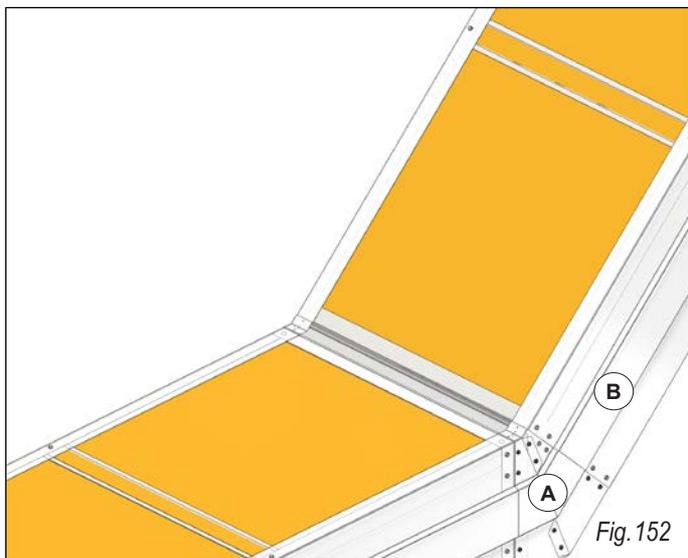
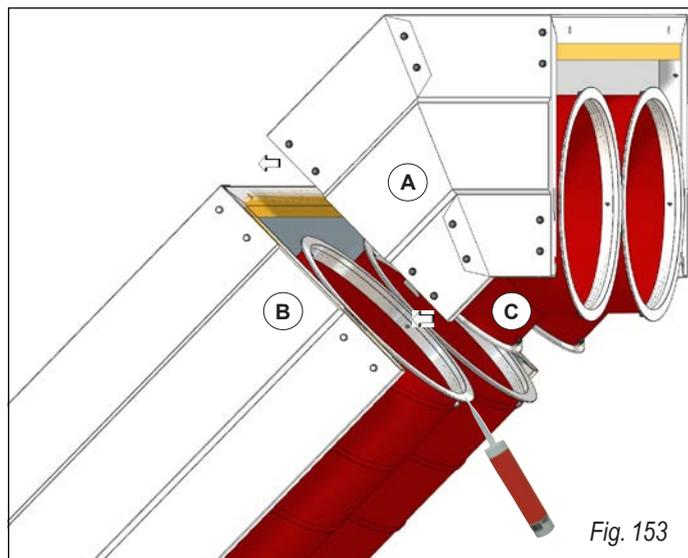

Fig. 152
Fig. 153
Conecte el kit (A) al conducto (B) a través de la pestaña macho y el ojal (fig. 152). Pongan silicona en ambos lados en las bridas de acoplamiento de la curva. Enganche la segunda parte del kit de variación de altura (A) al conducto radiante (B) a través de la pestaña macho y el ojal (fig. 153).